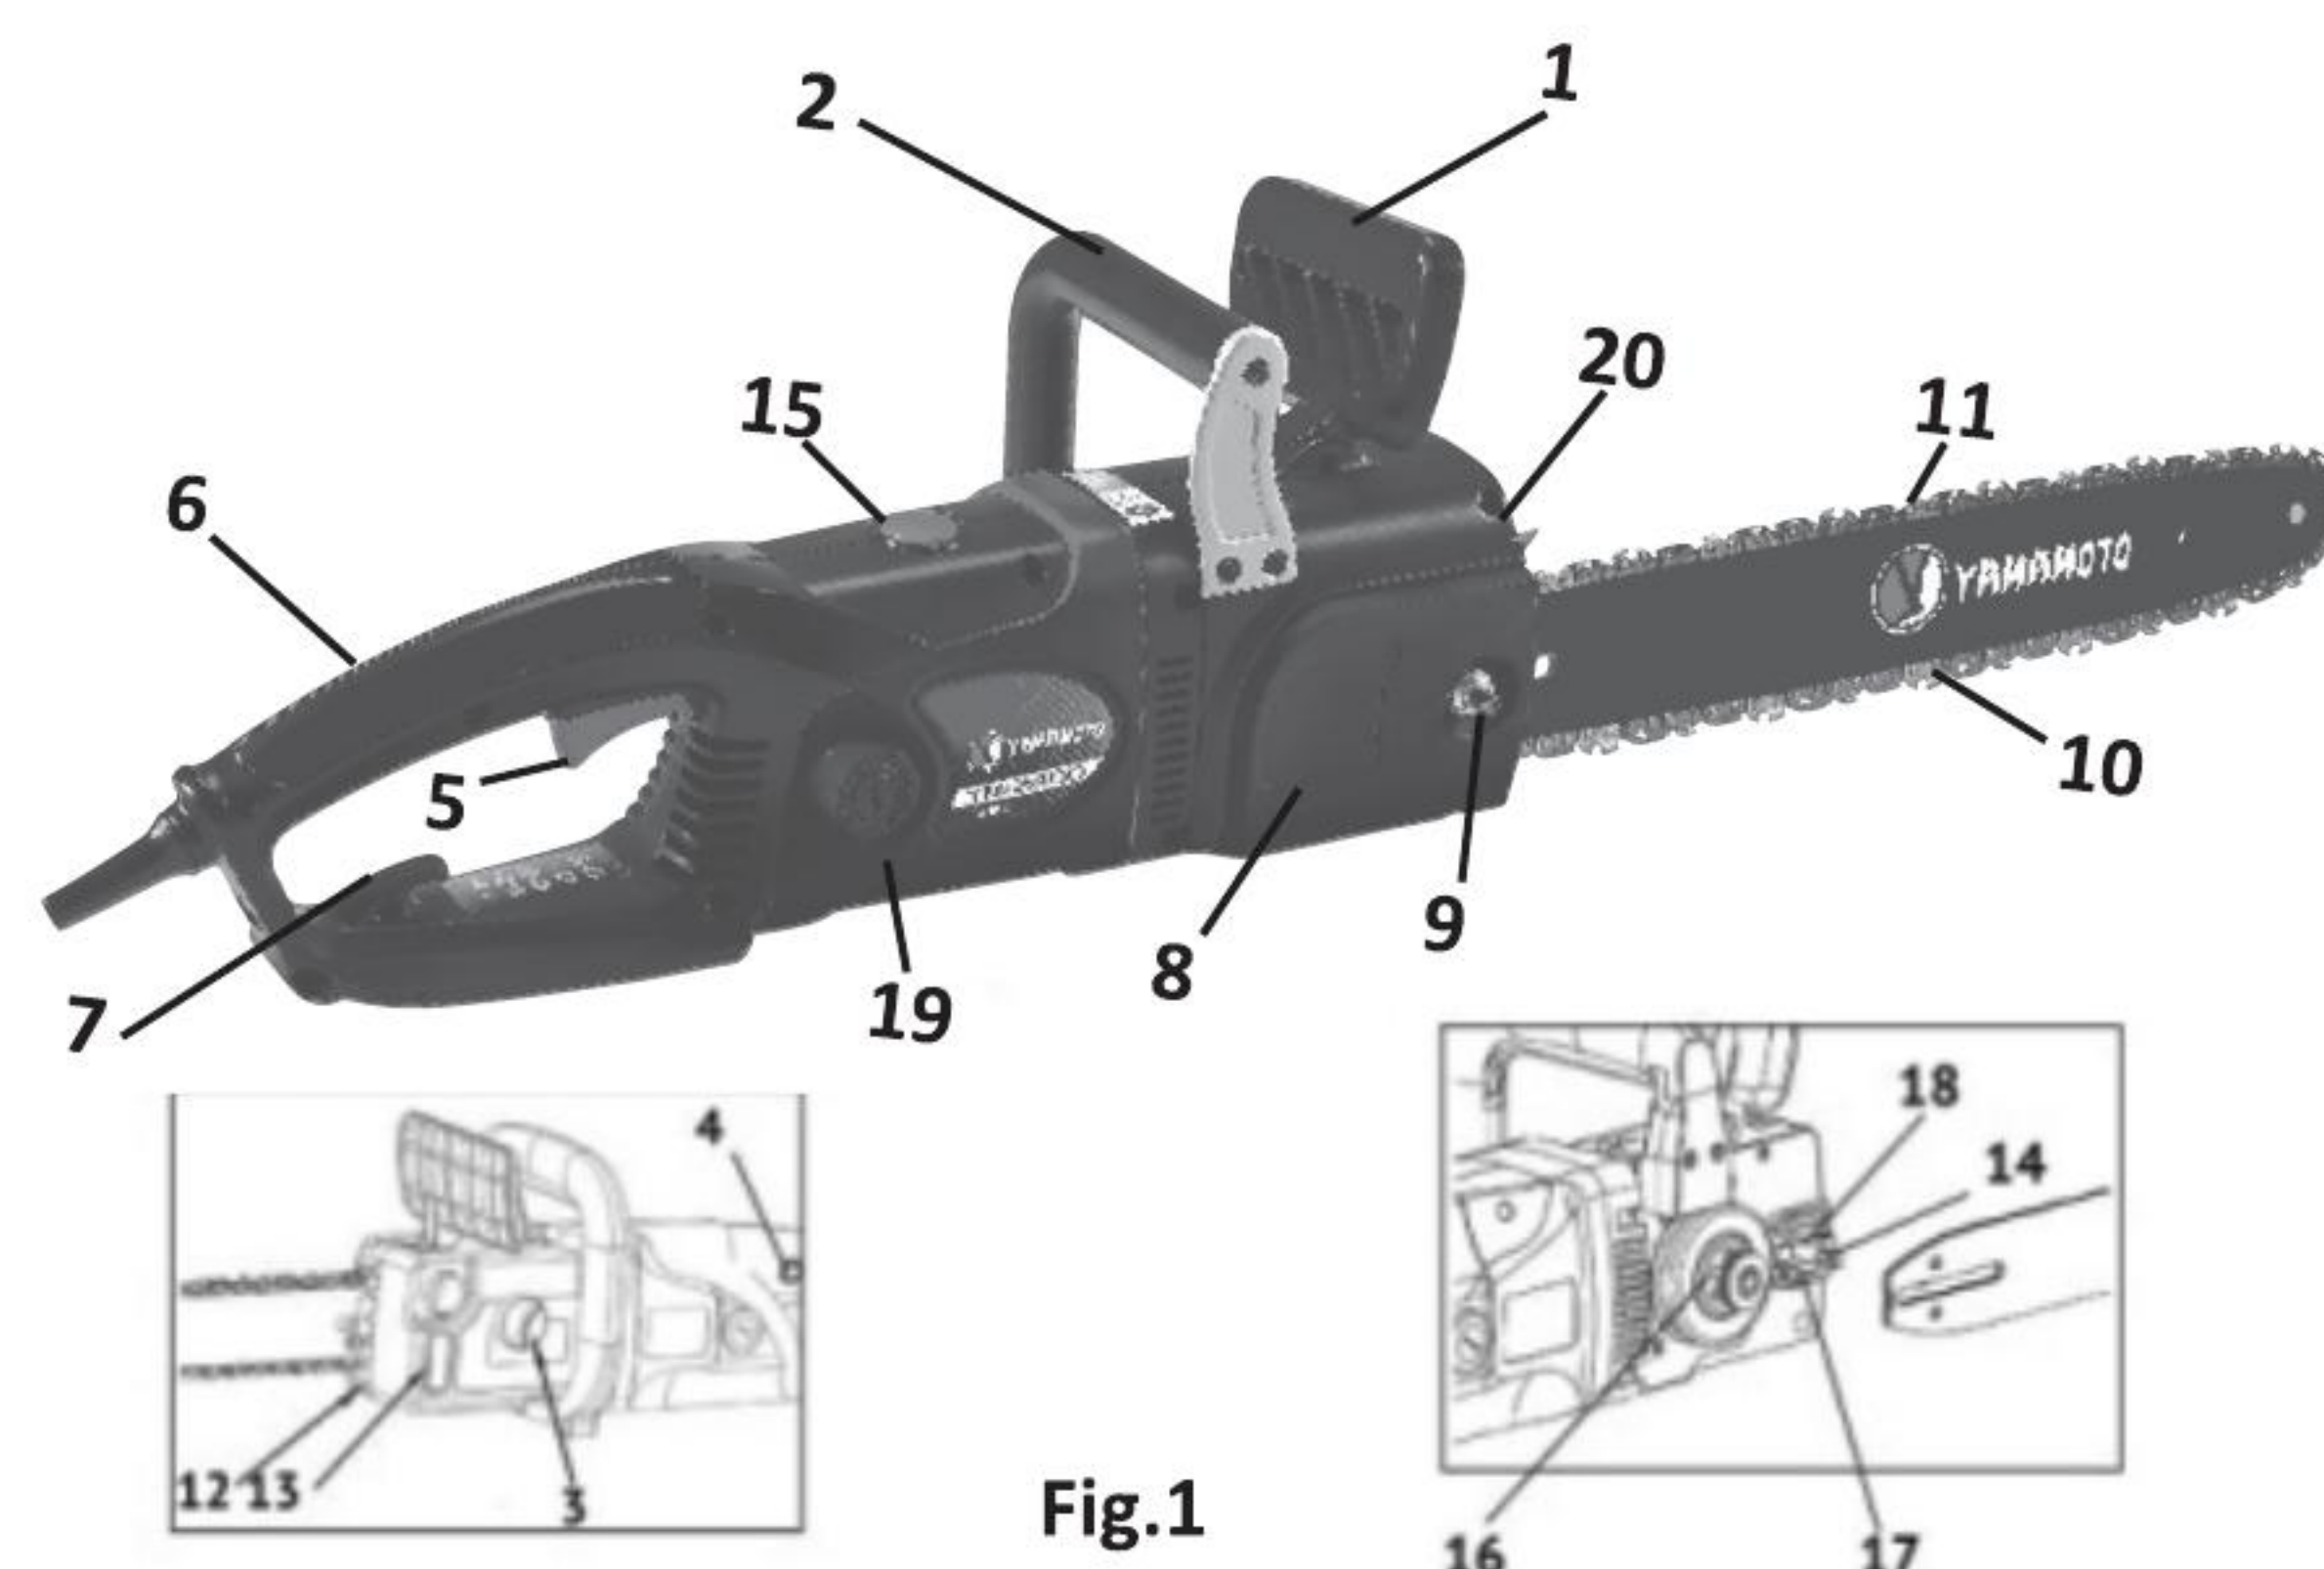

Fig.1
Corpul de lucru al ferăstrăului este o unitate de ferăstrău, constând dintr-un lanț de ferăstrău fără sfârșit (închis) (Fig. 1, poz. 11) care rulează de-a lungul unei șine de ghidare (Fig. 1, poz. 10).
1.3 Punerea în funcțiune a ferăstrăului se realizează prin apăsarea tastei de comutare (Fig. 1, poz. 5). Comutatorul are o blocare împotriva pornirii accidentale. Prin apăsarea butonului (Fig. 1 poz.-, stânga pe mânerul din spate), cheia comutatorului se deblochează. După apăsarea tastei comutatorului (fig.1 poz. 5), pinionul de antrenare pune în mișcare lanțul ferăstrăului. Cheia eliberată și butonul de blocare revin la poziția inițială - <off>.
O vedere generală a ferăstrăului este prezentată în Figura 1, constând din 2 jumătăți, fixate cu șuruburi, există: o cheie de comutare (Fig. 1 poz. 5) și un buton de blocare (Fig. 1 poz., (4) chei. Cutia de viteze, frâna de lanț și sistemul de lubrifiere sunt amplasate în carcasa cutiei de viteze (Fig. 1 poz. 20), cuplul de la armătura motorului electric este transmis de o pereche de roți dințate conice la axul ferăstrăului. Un asterisc este montat pe axul, care transformă mișcarea de rotație a axului în mișcare liniară a lanțului de-a lungul șinei de ghidare.
Capacul anvelopei este atașat la jumătatea dreaptă a carcasei cutiei de viteze (Fig. 1, poz. 8). Anvelopa cu lanț și capacul anvelopei se montează pe un știft (Fig. 1, poz. 18) și se fixează cu o piuliță (Fig. 1, poz. 9).
Pe jumătatea stângă a carcasei cutiei de viteze sunt amplasate: un capac al rezervorului de ulei (Fig. 1, poz. 3) și o fereastră de control al nivelului de ulei (Fig. 1, poz. 13).
- după deșurubarea piuliței de fixare (fig.1 poz.9), scoateți capacul anvelopei (fig.1 poz.8);
- prin rotirea șurubului (fig.1 poz.14) în sens invers acelor de ceasornic deplasați știftul de tensionare (fig.1 poz.17) în poziția extremă stângă. Montați anvelopa pe știftul de fixare (Fig. 1, poz. 18), în timp ce degetul de tensionare trebuie să intre în orificiul barei de ghidare de instalare;
- puneți lanțul de ferăstrău (Fig. 1, canelura 11) pe pinionul de antrenare (Fig. 1, poz. 16). Așezați partea superioară a lanțului în canelura barei, treceți lanțul între dinții pinionului antrenat capătul din față al barei;
- strângeți ușor lanțul cu șurubul (fig.1 pos.14), rotindu-l în sensul acelor de ceasornic;
- montați capacul anvelopei și strângeți ușor piulița de fixare (fig.1 pos.9).
- Tensiunea lanțului se reglează cu un șurub (Fig. 1 poz. 14) cu o piuliță slăbită (Fig. 1 poz. 9)
- deșurubați capacul rezervorului de ulei (fig.1 poz.3);
- umpleți rezervorul cu ulei până în partea de sus a geamului (fig.1 pos.13, asigurați-vă că nu pătrunde murdărie în rezervor);